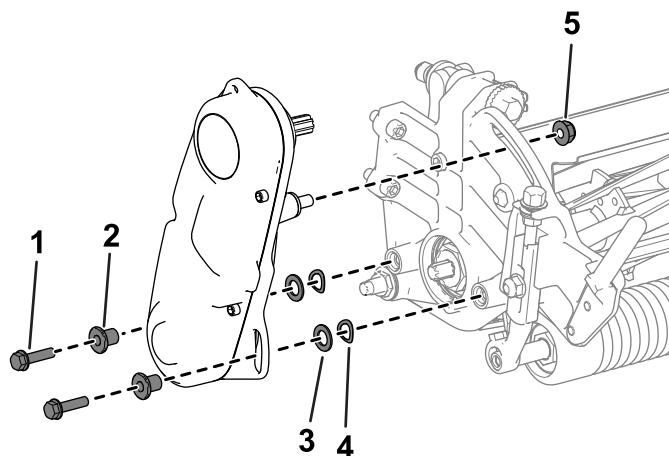

Figura 43
2. Remova as ferragens que prendem o conjunto da transmissão do cilindro à placa lateral (Figura 43).
3. Remova o conjunto da transmissão do cilindro, anilhas planas, anilhas de mola e espaçadores da placa lateral (Figura 43).